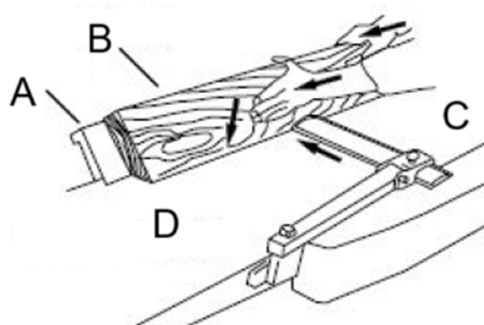

Figura 21
5. Passe o material pelo cabeçote de corte, certificando-se de que a face do material esteja completamente plana contra a guia e que a borda esteja fazendo contato firme nas mesas de entrada e saída (Figura 21).